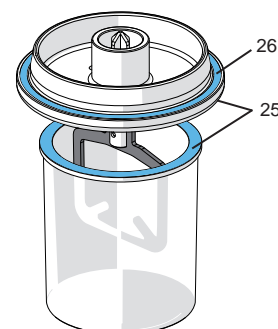

рис. 10
- Обратите внимание на чистый край стакана и крышки (25, рис.10)!
6. Подсоединить стакан к прибору (14).
- Отпускайте стакан только после того, как он держится самостоятельно, шкальная индикация вакуума показывает больше половины длины (24)!